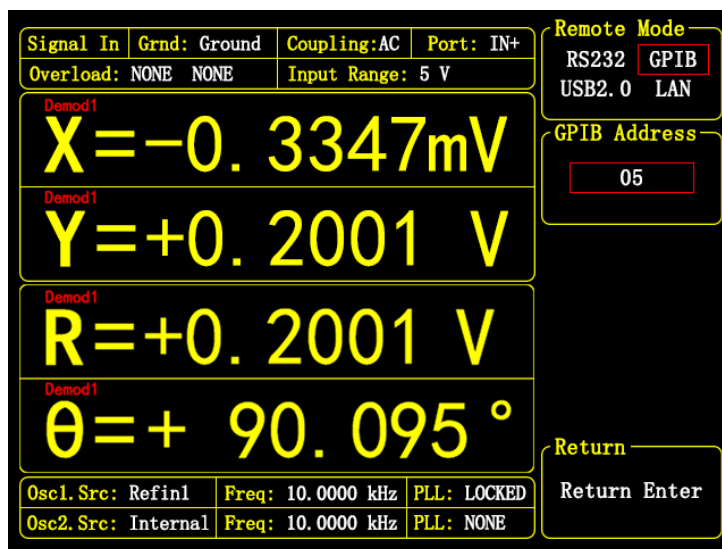

图 74. <Remote> 子菜单-<GPIB> 选项
- <GPIB> : GPIB 母接口。其地址配置界面如图74所示。